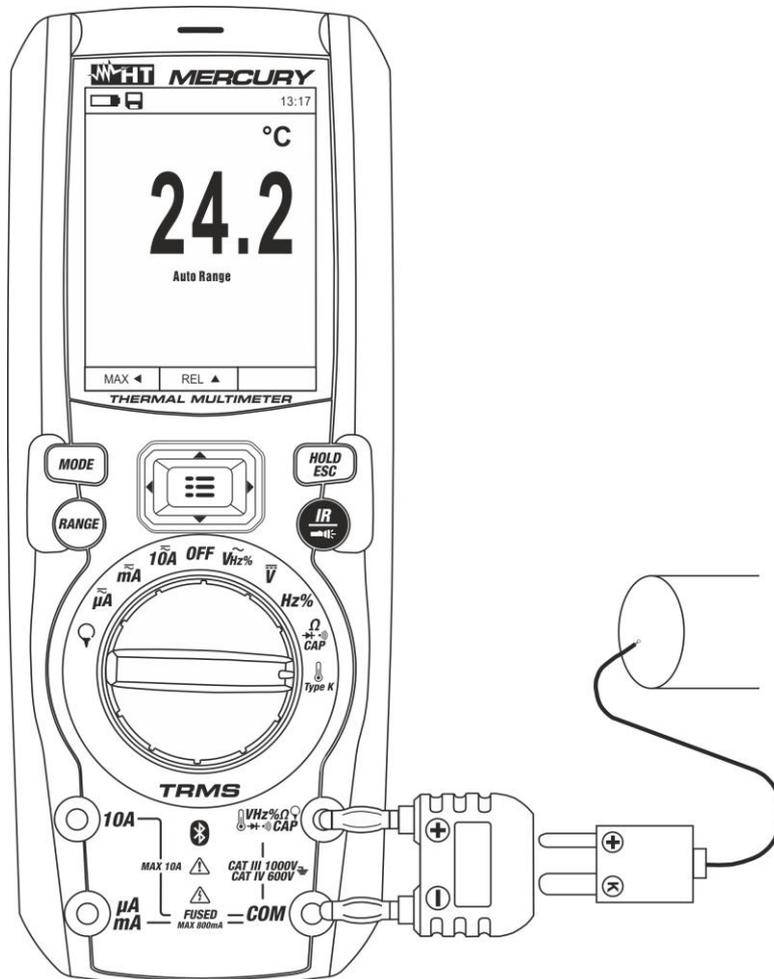

Fig. 27: Uso dello strumento per misura di Temperatura
3. Inserire l'adattatore in dotazione nei terminali di ingresso **VHz%ΩCAPΩ▶+))** (polarità +) e **COM** (polarità -) (vedere Fig. 27)